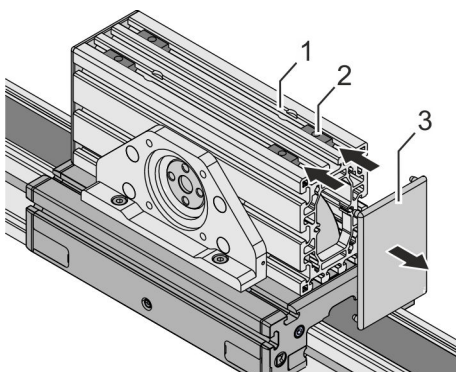

Abb. 27: Nutensteine einsetzen
1. ➔ Abdeckkappe (Abb. 27/3) des Umlenkgehäuses (Abb. 27/1) am Führungsschlitten abnehmen.
2. ➔ Mindestens je 2 Nutensteine (Abb. 27/2) in die äußeren Nuten des Umlenkgehäuses (Abb. 27/1) einsetzen und positionieren.